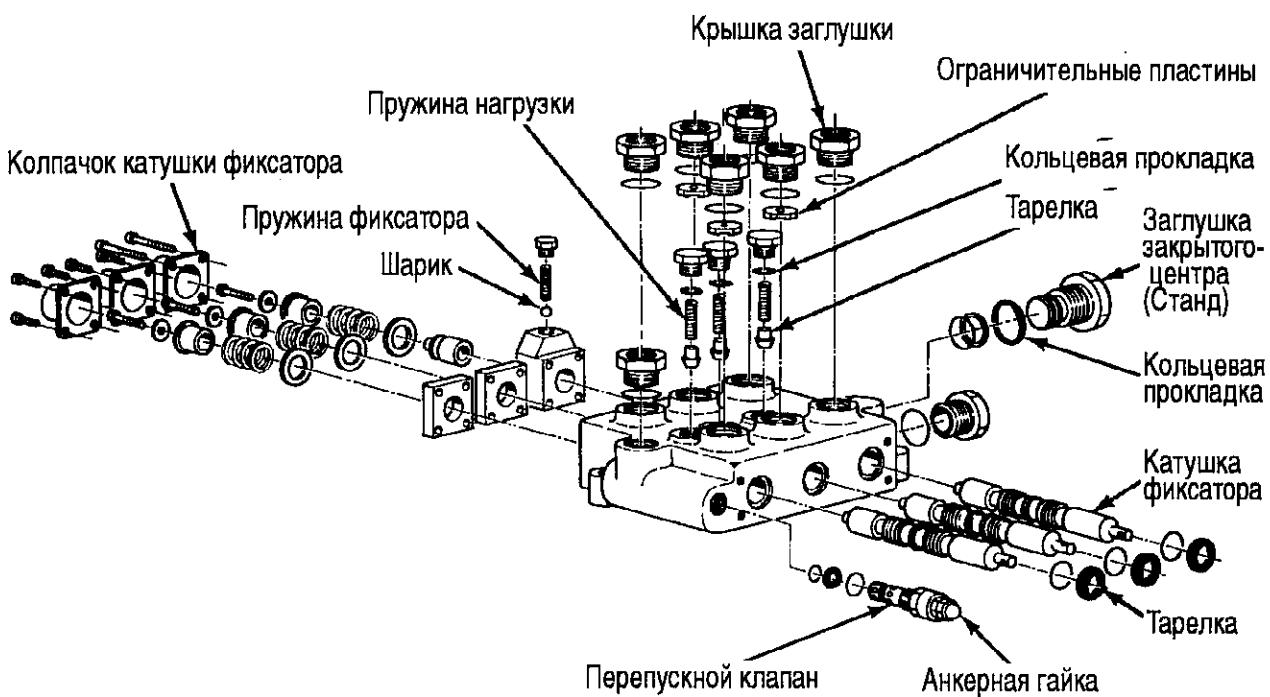

Рис.5-2. Покомпонентное Изображения Клапана Управления
- Установить клапан, см. Рис.5-2. При установке катушки и колпачков убедиться, что катушка взаимодействует с фиксатором.